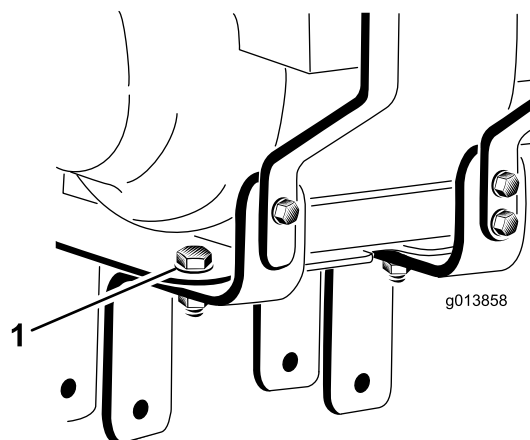

Figure 3
16. Desserrez, mais n'enlevez pas, les (2) boulons et écrous qui fixent les supports du moteur à la plaque de montage du moteur (Figure 3).